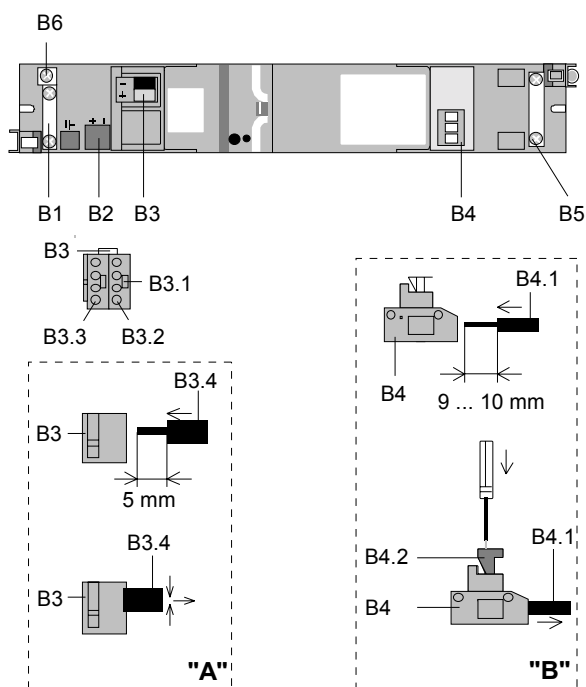

Bild 3: Anschlüsse
Busklemme abziehen (Bild 3)
Busklemme aufstecken (Bild 3)
Anschließen der Busleitung (Bild 3 "A")
- Der Leitungsmantel der Busleitung ist mit der Leitungsfixierung (B1) am Gehäuse des Einbaugerätes zu befestigen. Wird eine Leitung mit Abschirmung verwendet, kann diese an der Klemme (B6) festgeschraubt werden (Bild 3).
Die Aussparung (B2) dient zur Aufnahme eines Überspannungsschutzes. Die Anschlüsse werden parallel zu der Buslinie in die Busklemme eingesteckt (Bild 3).
Abklemmen der Busleitung (Bild 3 "A")
Empfängerleitung anschließen (Bild 3 "B")
- Der Leitungsmantel der Empfängerleitung ist mit der Leitungsfixierung (B5) am Gehäuse des Einbaugerätes zu befestigen (Bild 3).
Empfängerleitung abklemmen (Bild 3 "B")